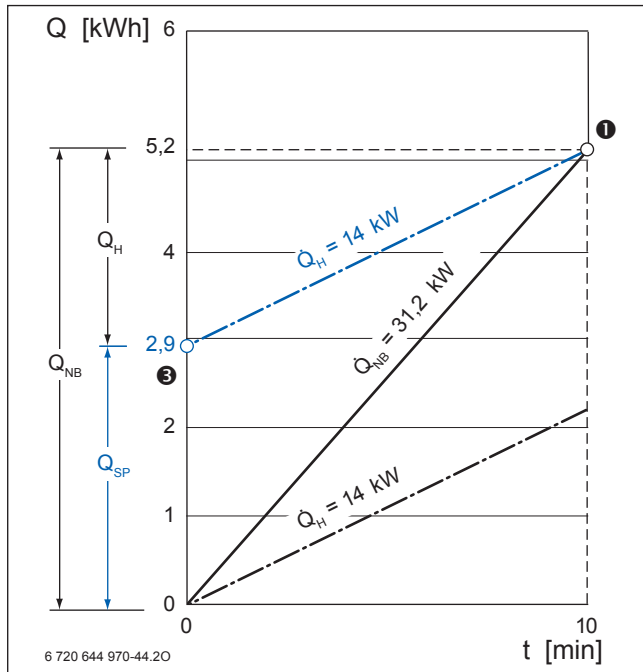

Bild 57 Ermittlung der theoretischen Speicherkapazität bei gegebener Wärmeleistung
Im Wärmeschaubild ist die Heizlinie  $\dot{Q}_H = 14$  kW parallel so zu verschieben, dass sie auf den Bedarfspunkt ❶ trifft (→ Bild 57). Am Schnittpunkt ❷ mit der Ordinatenachse ist die theoretische Speicherkapazität  $Q_{Sp} = 2,9$  kWh ablesbar. Aus der theoretischen Speicherkapazität lässt sich der entsprechende Speicherinhalt ermitteln.
Das Wärmeschaubild ( $\rightarrow$  Bild 57, Seite 85) setzt voraus, dass die Entnahme der 83 Liter aus dem Speicher und die Durchlauf-Wassererwärmung der 67 Liter durch  $\dot{Q}_H = 14 \text{ kW}$  gleichzeitig ablaufen.